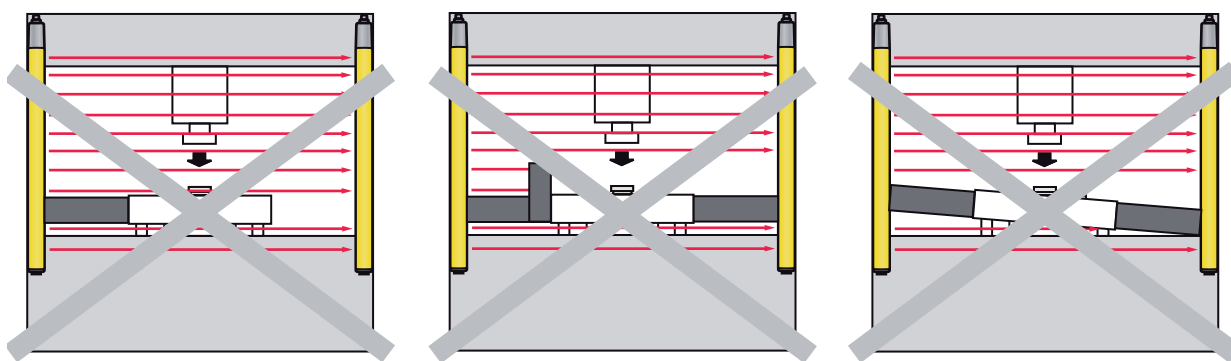

Figura 4.2: Blanking fisso: prevenzione della «formazione d'ombra»
- Non deve presentarsi alcuna «formazione d'ombre» nel campo protetto (vedi figura 4.2).